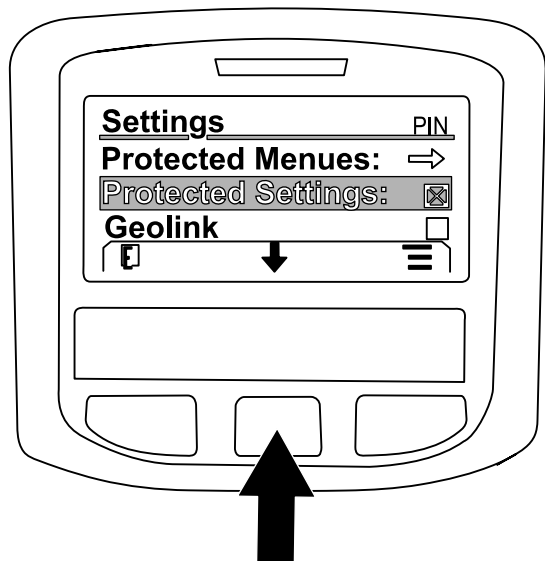

Figura 229
7. Pressione o botão central para navegar até à opção GEOLINK e pressione o botão direito para definir a opção (Figura 229).